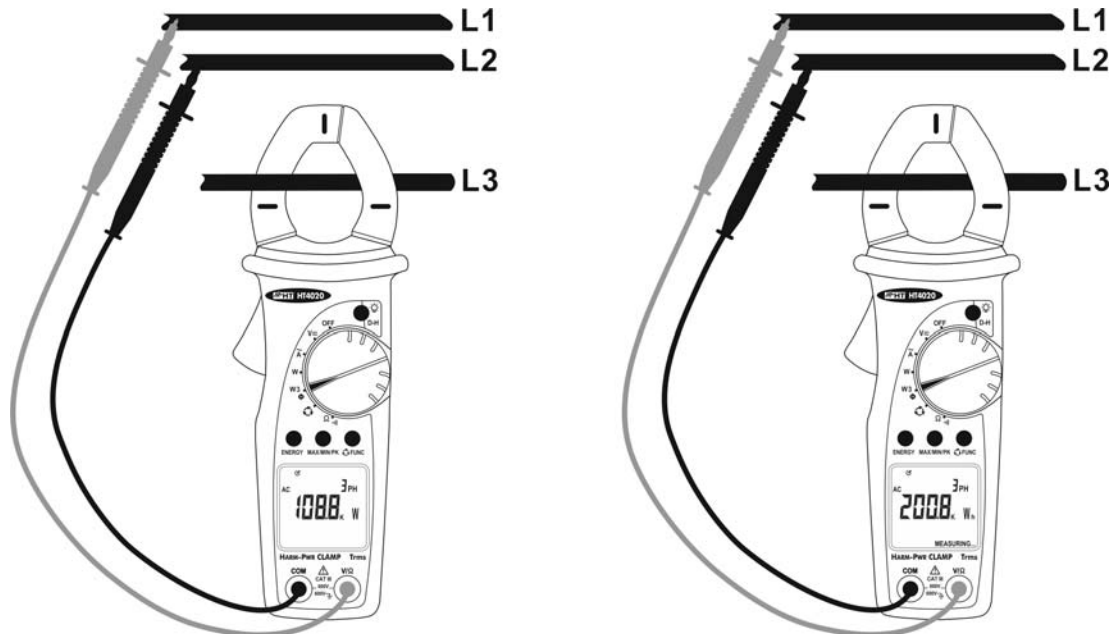

Fig. 12 : Mesures de puissance et énergie dans un système triphasé équilibré
2. Ouvrir le tore et insérer le câble à la phase L3 au centre (voir la § 4.1.2 et Fig. 12)
4. Positionner l'embout rouge sur le conducteur correspondant à la phase L1 et l'embout noir sur le conducteur correspondant à la phase L2 (voir Fig. 12). La valeur de la puissance active est affichée à l'écran avec le symbole AC